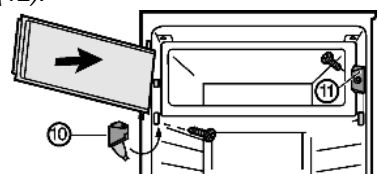

Fig. 7*
- ▶ Установите запирающий элемент Fig. 7 (11).*
► Установите кронштейн Fig. 7 (10) и примкните крышку.*